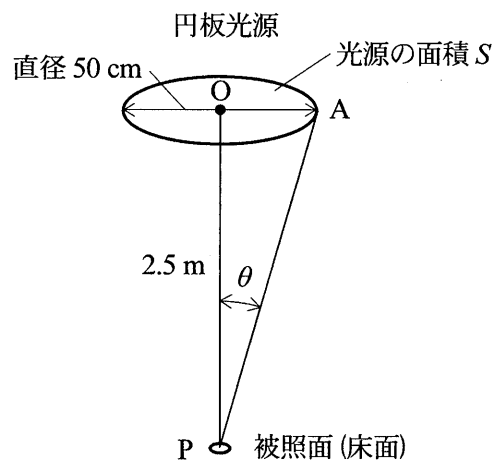

図2
3) 図2に示すように、床面に対する鉛直線 OP 上で床面から 2.5 m 離れた位置に、円の中心が O で直径 50 cm の完全拡散性円板光源が床面と平行に置かれている。ここで、床面上の P 点に、完全拡散性円形板の極めて小さな被照面を考える。この被照面の反射率は 0.7 であり、照度  $E$  は 100 lx である。